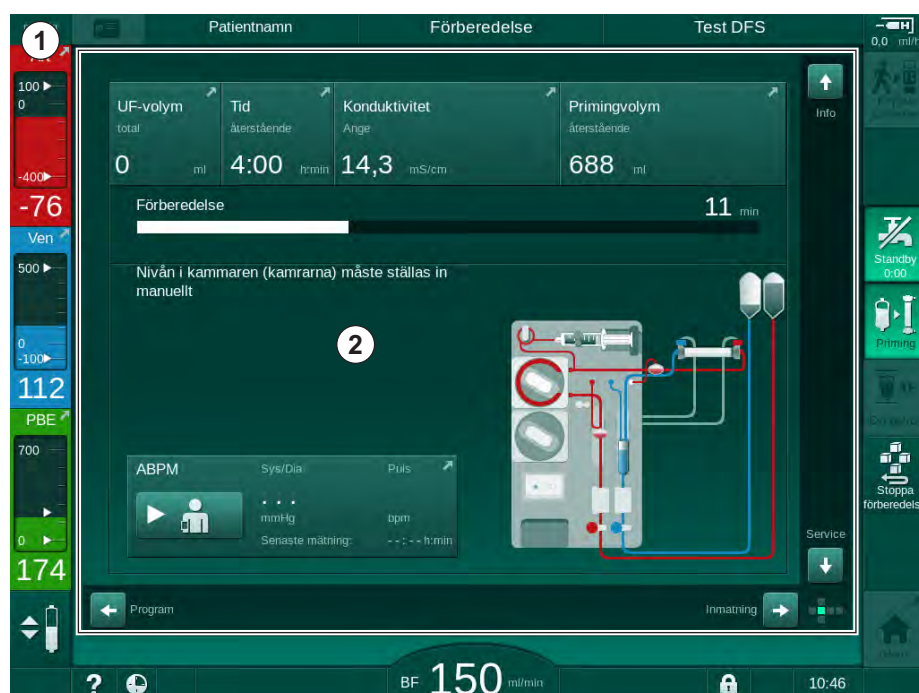

Bild 3-11 Ram och skärm (kubsida)
Ramen (Bild 3-11, ①) är ett fast område runt skärmen ② för motsvarande kubsida. Den visar viktig information, beroende på maskinens driftsfas och behandlingsfas, och innehåller flera ikoner.